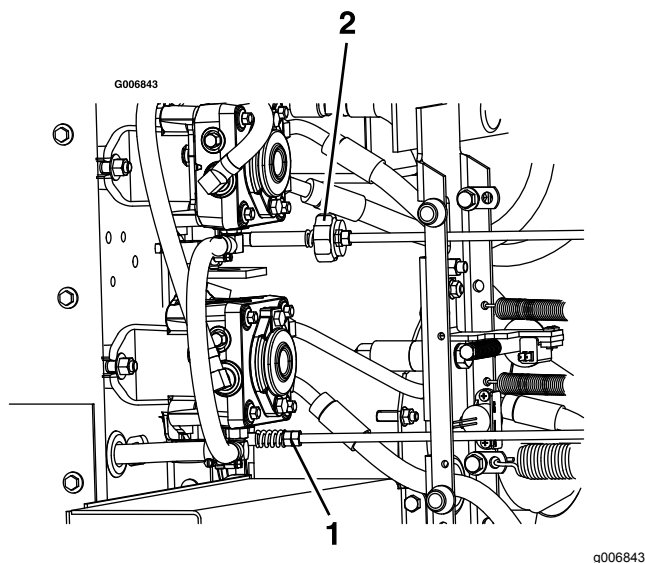

Figura 63
9. Para obtener la posición de PUNTO MUERTO, ajuste los acoplamientos izquierdo y derecho de las varillas de control de la bomba, que conectan el control de dirección a los brazos de control de la bomba, hasta que las ruedas se detengan o se muevan ligeramente hacia atrás (Figura 63).
11. Ajuste el acoplamiento derecho de la bomba con una llave para girar las tuercas dobles en el conjunto (Figura 63).